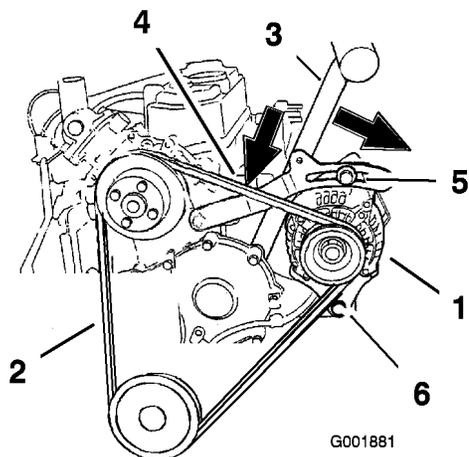

Figure 67
5. Desserrez les deux boulons de fixation de l'alternateur (Figure 67).
6. Retirez la courroie des poulies et de l'alternateur (Figure 67).
7. Installez une courroie neuve autour des poulies et de l'alternateur (Figure 67).
1. Placez une poignée entre l'alternateur et le bloc-cylindres (Figure 67).
2. Réglez l'alternateur à l'extérieur jusqu'à ce que la courroie présente une flèche de 10 à 13 mm entre le moteur et l'alternateur (Figure 67).
- Si la flèche est correcte, serrez le boulon supérieur à 19 Nm et le boulon inférieur à 61 Nm (Figure 67).